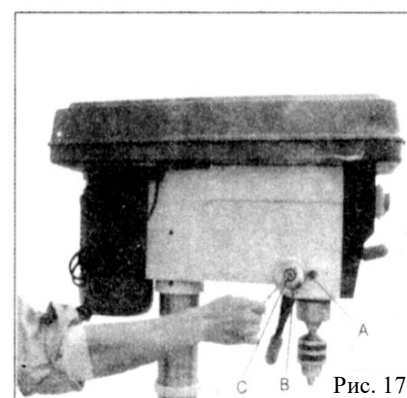

Рис. 17
- 3 Аккуратно поверните отвертку против часовой стрелки и произведите то же действие с другим пазом. Рис. 17.